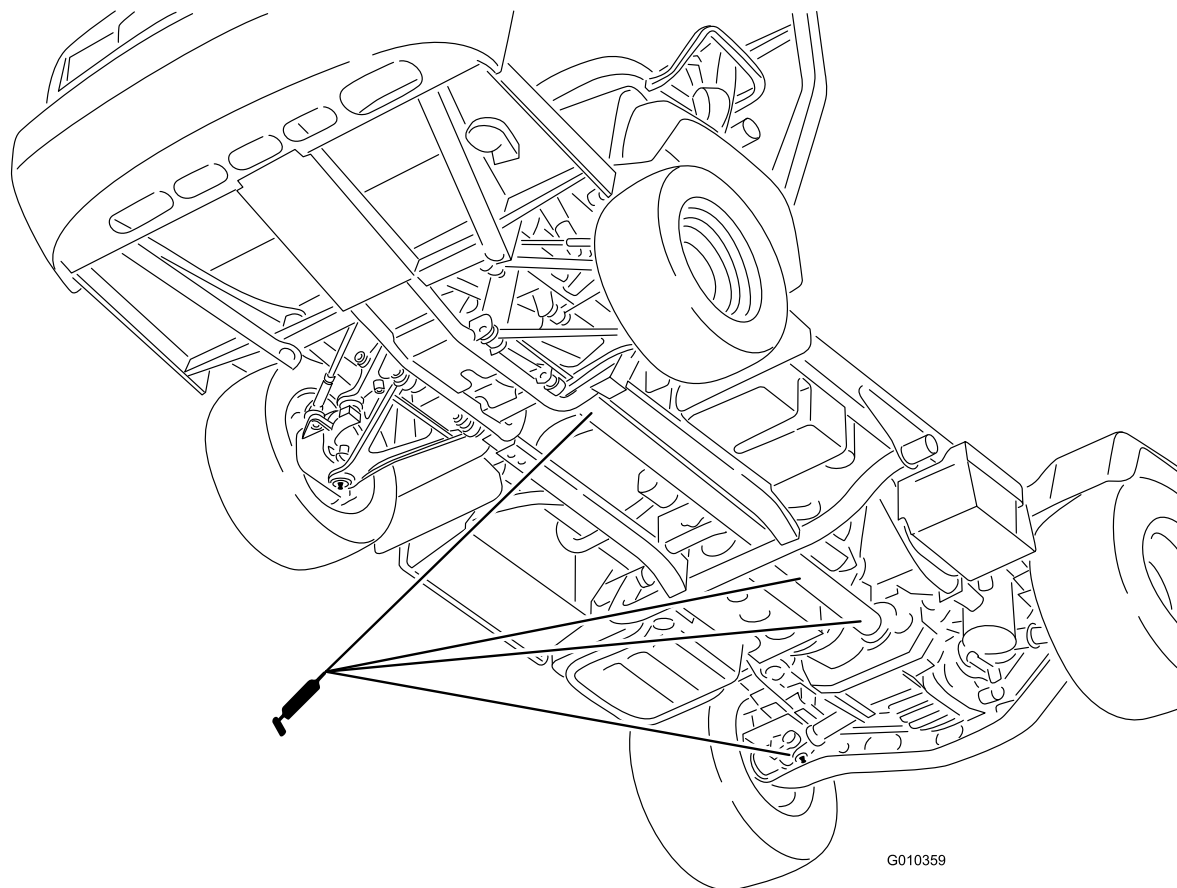

Figure 32
- Joint de cardan (18) ; voir Figure 32
- Arbre de transmission aux 4 roues motrices (3) ; voir Figure 32